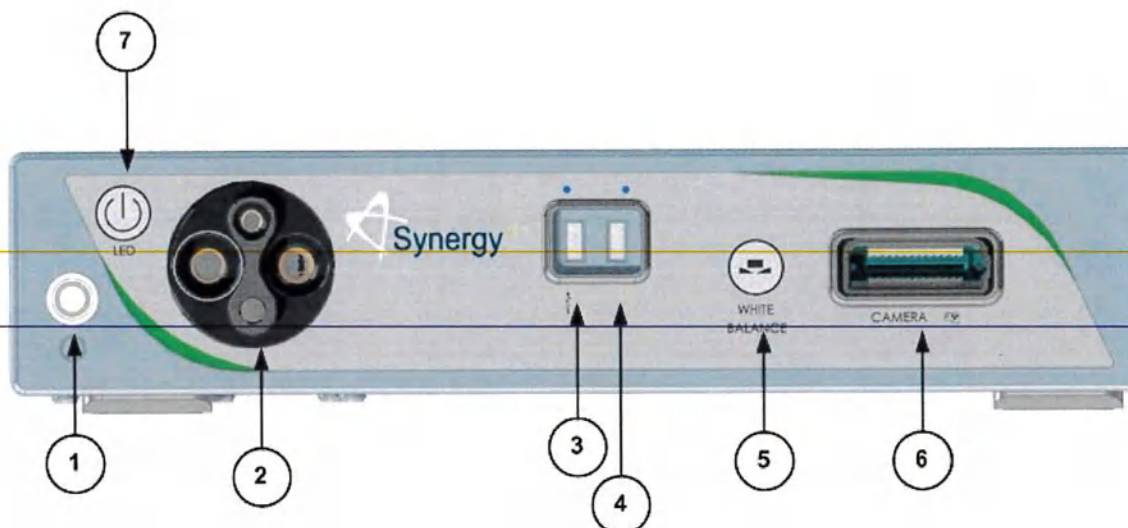

Рисунок 1. Передняя панель системы Synergy^{ID} [AR-3200-0025]
- ПРЕДУПРЕЖДЕНИЕ.** Установка несовместимой головки камеры в гнездо камеры (см. рис. 1) может привести к повреждению контроллера камеры.